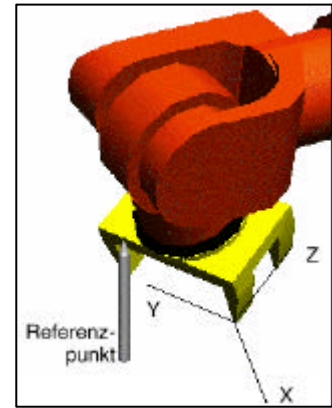

Bild 3.3
- Werkzeug so verfahren dass der Referenzpunkt mit pos. Y-Wert in der XY-Ebene liegt (Bild 3.3)